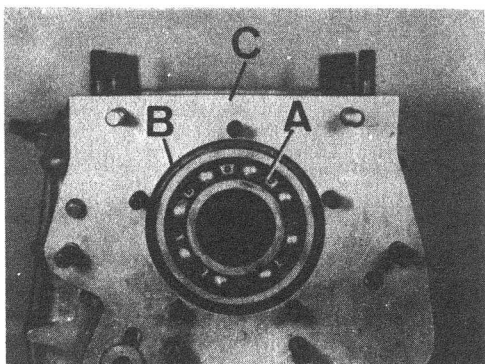

Fig. C1-111 Desmontaje rodamiento trasero
- 1.2. Desmontar el rodamiento trasero, A (Fig. C1-111) con su anillo elástico, B, de tope, botando dicho rodamiento hacia la parte posterior del cárter de la caja - velocidades.
- 2.2. Montar el rodamiento, A (Fig. C1-111) en el cárter, C, de forma que el anillo - elástico, B, haga tope en el cárter.